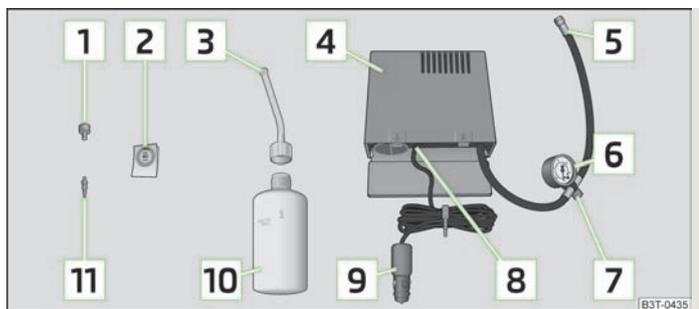

Fig. 180 Componenti del kit per la riparazione degli pneumatici
- Incollare l'adesivo **2** » fig. 180 sulla plancia, nel campo visivo del conducente.
- Agitare vigorosamente la bombola di riempimento del pneumatico **10** » fig. 180.
- Avvitare saldamente sulla valvola il tubo flessibile di gonfiaggio del pneumatico **5** » fig. 180 del compressore.